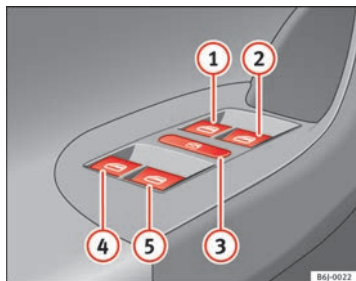

Fig. 52 Détail de la porte du conducteur : commandes des glaces avant et arrière (véhicule 5 portes)
Les touches ⇒ fig. 52 ①, ②, ④ et ⑤ disposent de deux positions pour l'ouverture des glaces et de deux autres pour leur fermeture. Il est ainsi plus simple de contrôler les processus d'ouverture et de fermeture.